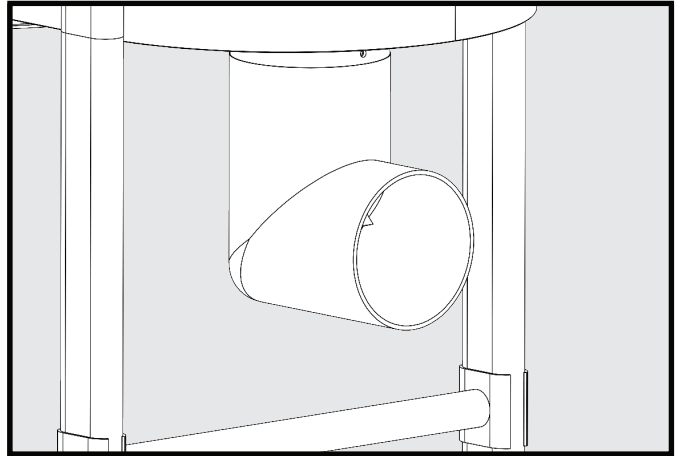

FIGURE 13
1. Placer l'adaptateur d'admission sur l'orifice d'admission de la poussière tel illustré en Fig. 13 à l'opposé du moteur. S'assurer que l'adaptateur d'admission s'adapte sur la bride d'entrée et que les trous de l'adaptateur d'admission et ceux du boîtier soient alignés.
2. Insérer les vis (25).